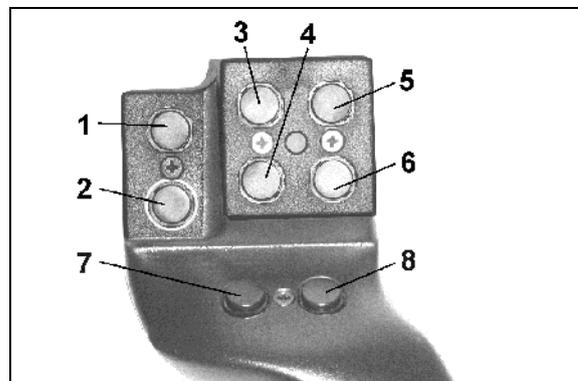
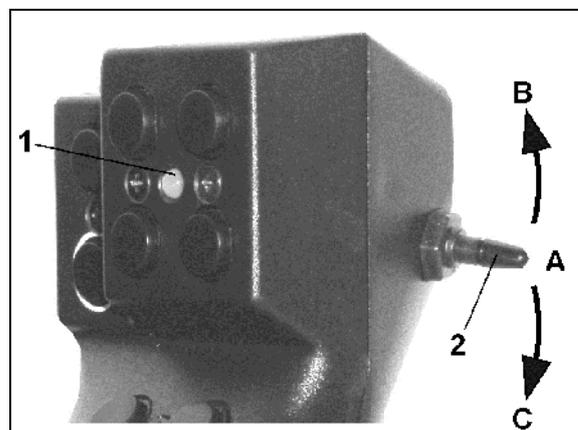

Figura 59
Figura 60
Per utilizzare l'**AMATRON 3**, la manopola multifunzione (Figura 59) è dotata di 8 tasti (1 - 8). Inoltre, mediante il selettore (Figura 60/2), è possibile modificare in 3 modi diversi la configurazione dei tasti.
-  posizione centrale (Figura 59/A) e si può posizionare
-  verso l'alto (Figura 59/B) oppure
-  verso il basso (Figura 59/C)
La posizione del selettore viene indicata da un'apposita spia a LED (Figura 59/1).